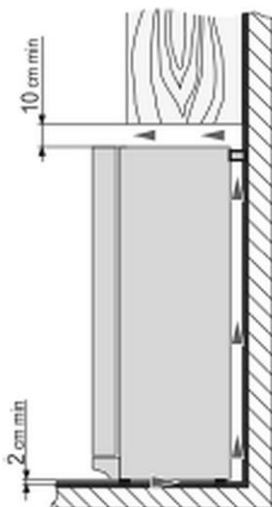

Abb. 4
- Halten Sie einen Mindestabstand von 10 cm zwischen der Oberseite des Gerätes und sich darüber befindlichen Gegenständen (z. B. Schrank) (Abb. 4).